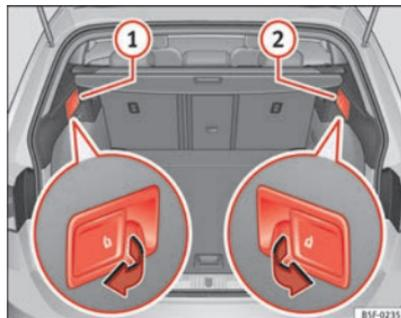

Abb. 92 Im Gepäckraum: Hebel zur Fernentriegelung des linken (1) und rechten (2) Teils der Rücksitzlehne
- Ziehen Sie am Hebel zur Fernentriegelung auf der linken ⇒ Abb. 92 ① oder der rechten ② Seite der Rückenlehne in Pfeilrichtung. Der entriegelte Teil der Rücksitzbank klappt nun automatisch nach vorn um.